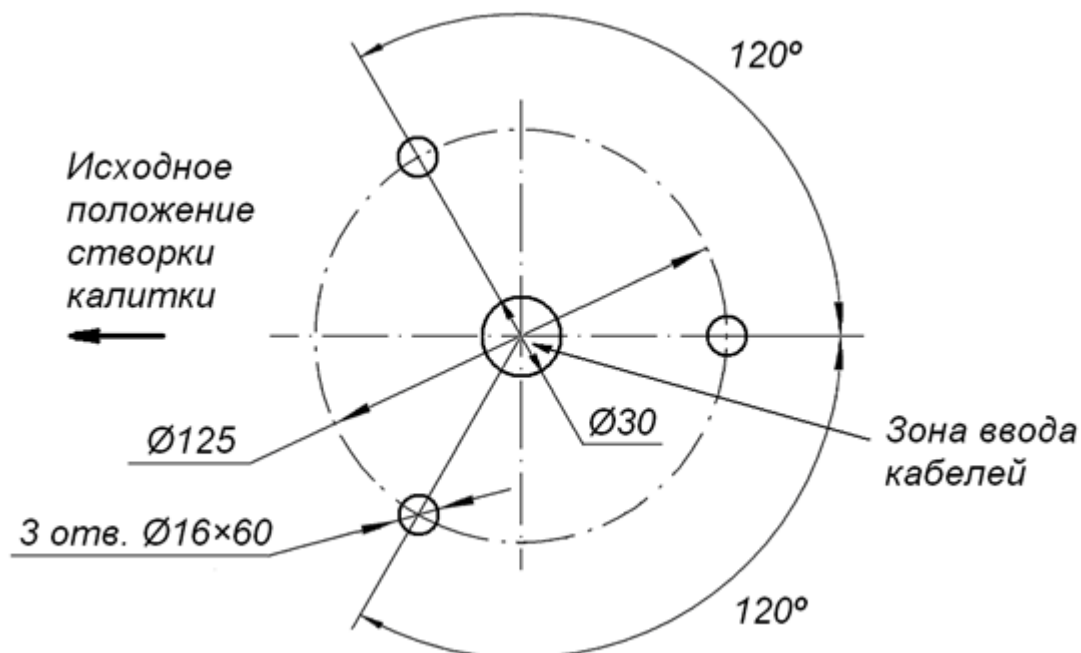
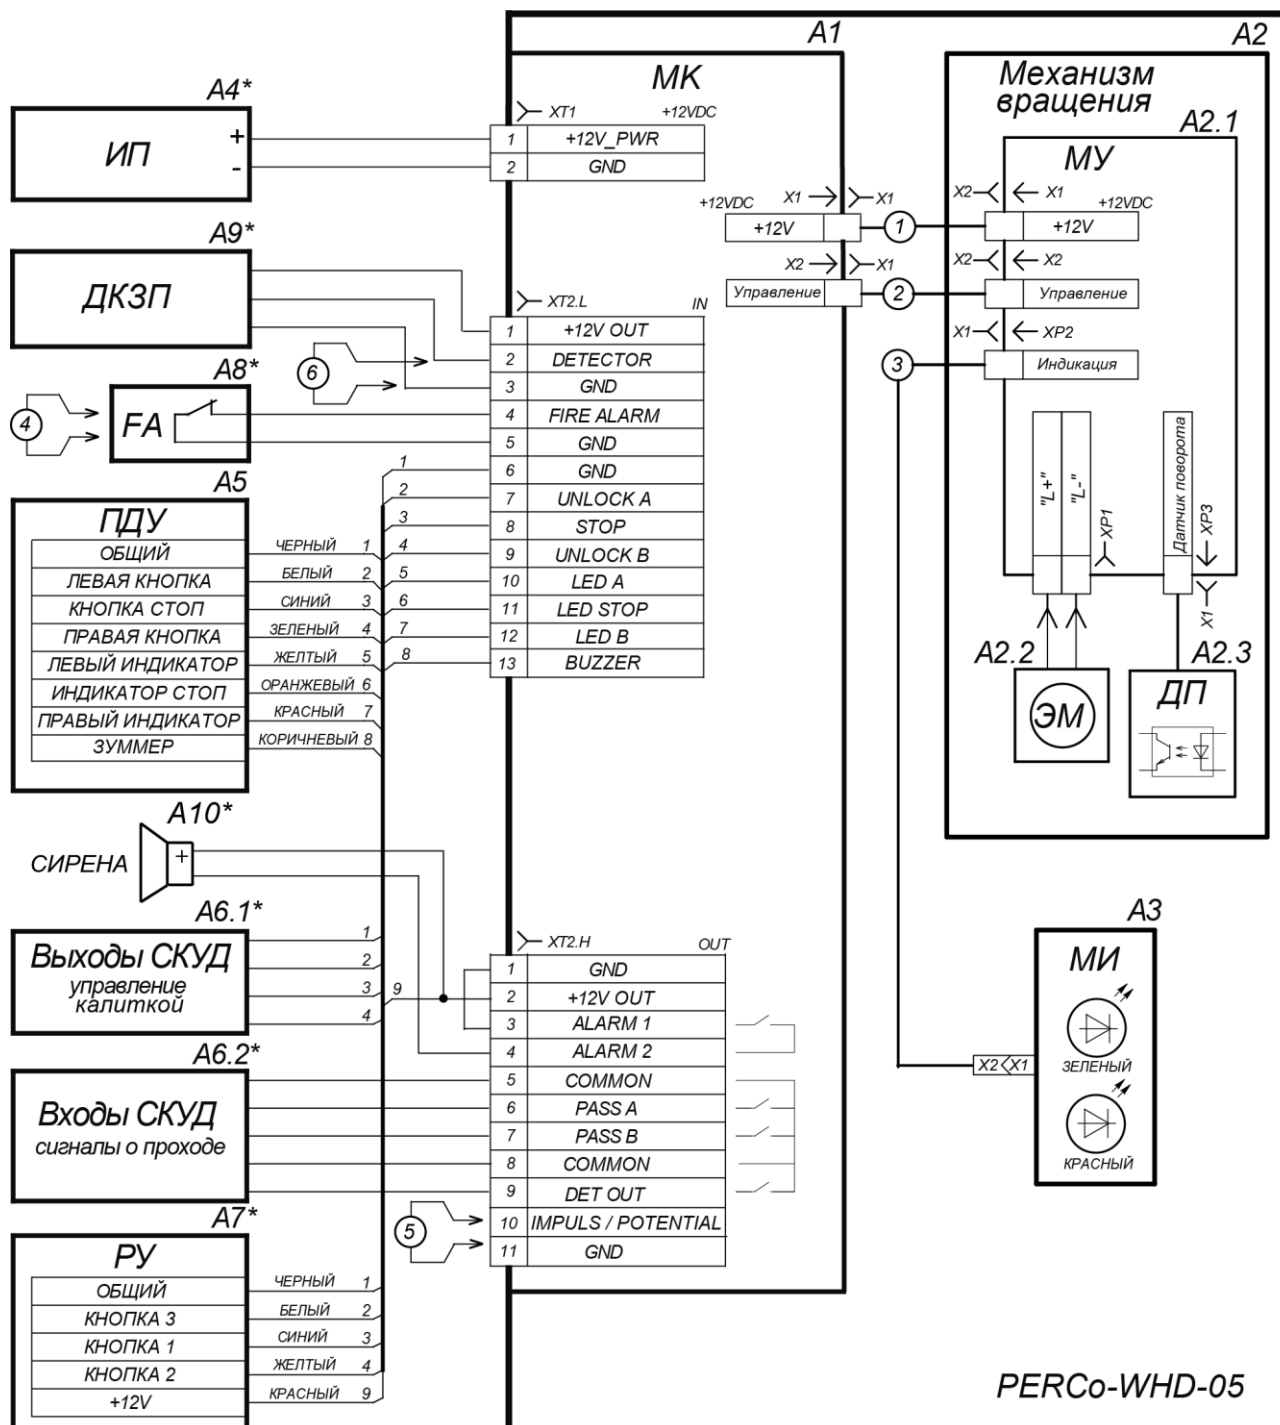

Рисунок 9. Схема разметки для монтажа калитки1
Рисунок 10. Схема электрических соединений МК
4. Выполните разметку и разделку отверстий под анкерные болты на установочной поверхности в соответствии с рис. 9.
7. Извлеките кронштейн (6) с МК (7) из стойки калитки через отверстие в основании.
8. Подключите к МК кабели ПДУ (СКУД/ устройство РУ) и ИП согласно схеме, приведенной на рис. 10.
9. Установите кронштейн (6) с МК (7) на место.
11. Установите стойку калитки (1) на гильзы анкеров и закрепите ее анкерными болтами; при установке контролируйте вертикальность положения стойки с помощью уровня.
Таблица 3. Обозначения к схеме на рис. 10